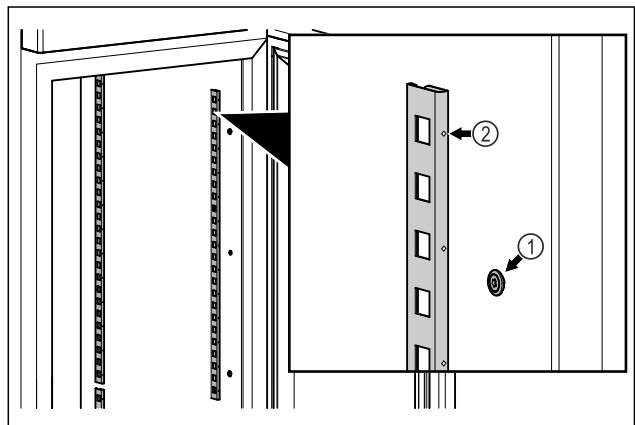

Fig. 15 Immagine a titolo di esempio
- ▶ Agganciare le barre di arresto in sospensione Fig. 15 (1). Il contrassegno Fig. 15 (2) deve essere rivolto in avanti.